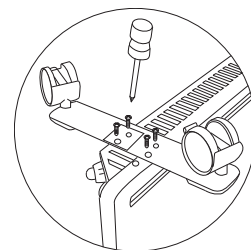

Рис. 8
- приложить планку опорной ножки к месту крепления на конвекторе так, чтобы выпуклая часть планки прилегала плотно к корпусу конвектора и находилась ближе к его задней стенке, винтовые отверстия должны совпасть (рис.8)